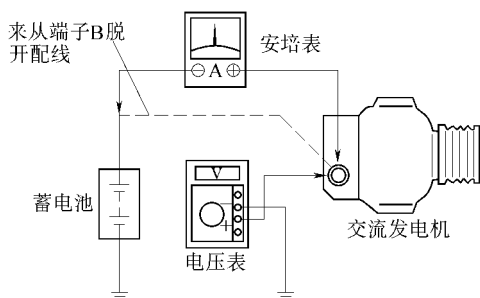
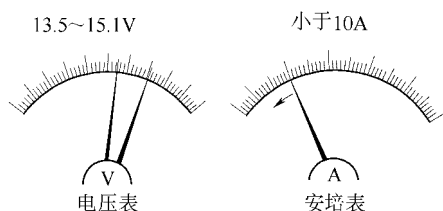

图 7-7 将一个电压表和一个电流表连接到充电回路中
图 7-8 检查电流表和电压表的读数
1) 如果没有测试器，可将一个电压表和一个安培表连接到充电回路中，如图 7-7 所示。
①从交流发电机的端子 B 脱开配线，并将配线连接到电流表的负极（-）端子上。
②将测试导线从电流表的正极（+）端子连接到交流发电机的端子 B 上。
③将电压表的正极（+）导线连接到交流发电机的端子 B 上。
④将电压表的负极（-）导线接地。
2) 检查充电线路。使发动机从急速运转到 2000r/min，检查电流表和电压表的读数，如图 7-8 所示。